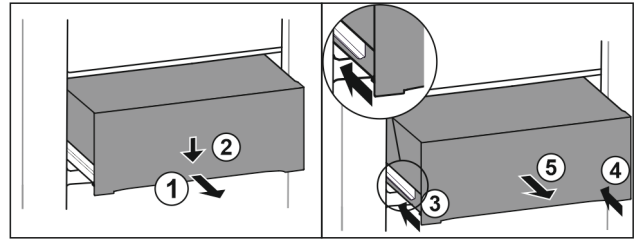

Fig. 144
- Trekk skuffen ut halvveis. Fig. 144 (1)
- Skyv skuffen foran nedover. Fig. 144 (2)
- Sett inn den venstre skinnen ca. 2 cm. Fig. 144 (3)
- Sett inn den høyre skinnen ca. 2 cm. Fig. 144 (4)
- Ta ut skuffen framover. Fig. 144 (5)